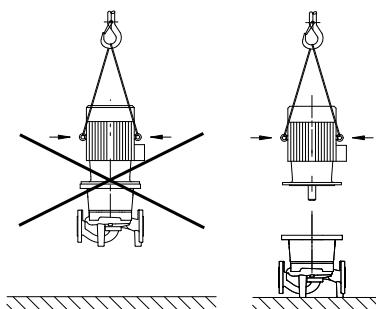

Fig. 20: Transport af motoren
- **Løfteringe på motoren må kun anvendes til at bære motorlasten og ikke til at bære hele pumpen (fig. 20).**